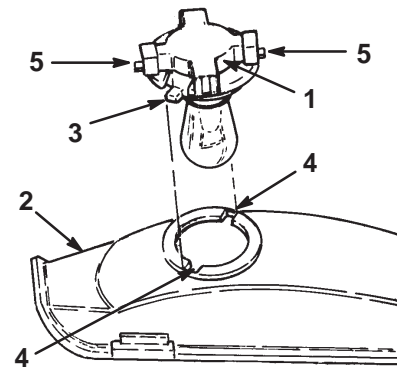

Figure 29
6. Dévissez l'embase d'un quart de tour vers la gauche et déposez-la du réflecteur (Fig. 29).
2. L'embase de l'ampoule présente 2 languettes (Fig. 29). Alignez ces languettes et les rainures du réflecteur, insérez l'embase dans le réflecteur et vissez-la à fond d'un quart de tour vers la droite.